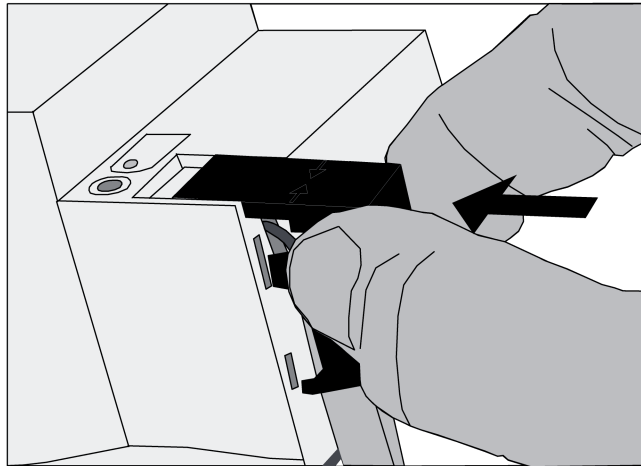

Bild 5: Sätt på locket
- Sätt på ett skyddslock över bussuttaget tills det går in ingrepp (bild 5).